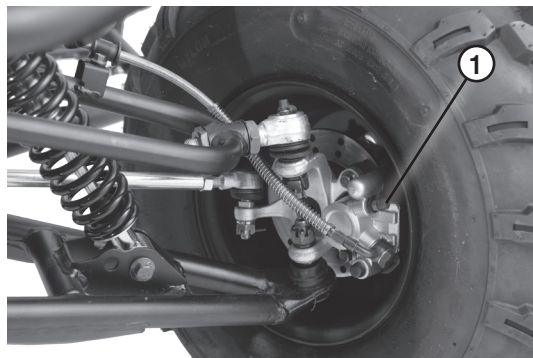

Рис. 12. Дисковый тормоз переднего колеса
- снимите колпачок с клапана выпуска воздуха левого переднего колеса (рис.12 поз.1); на штуцер клапана наденьте резиновую трубку, другой конец которой погрузите в емкость с небольшим количеством тормозной жидкости;